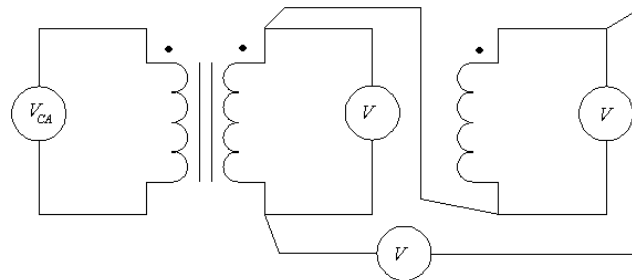

Figura 6: Circuito a conectar en el paso 5
5. Armar el circuito de la figura 6, donde el devanado primario es de 120V y los dos devanados secundarios son de 60V. Mida los voltajes V_1 , V_2 y V_3 .